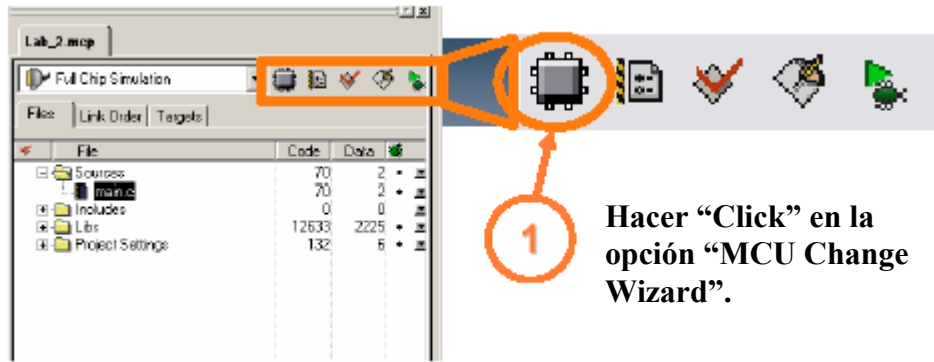

Figura 8.- Migrando de S08 a ColdFire V1 con la función "MCU Change Wizard".
1. Hacer “Click” en el ícono “MCU Change Wizard”, según **Figura 8.-**